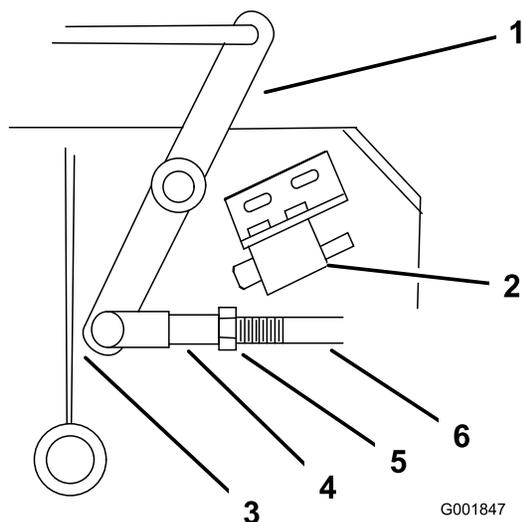

Figura 45
4. Ajuste la longitud del acoplamiento hasta que el extremo inferior de la palanca acodada casi roce el refuerzo del soporte del eje (Figura 45).
9. Afloje la tuerca de la horquilla (Figura 45).